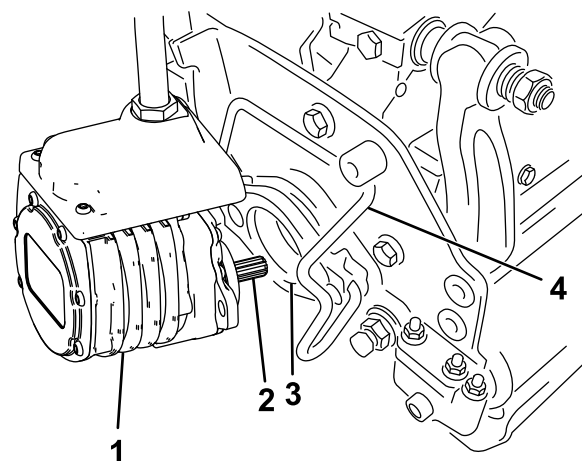

Figura 65
6. Cubra el eje acanalado del motor de la unidad de corte con grasa limpia (Figura 65).
7. Introduzca el motor en el lado izquierdo de la unidad de corte (visto desde el puesto del operador) y tire de la barra de retención del motor (en la unidad de corte) hacia el motor hasta que oiga un "clic" en ambos lados del motor (Figura 65).